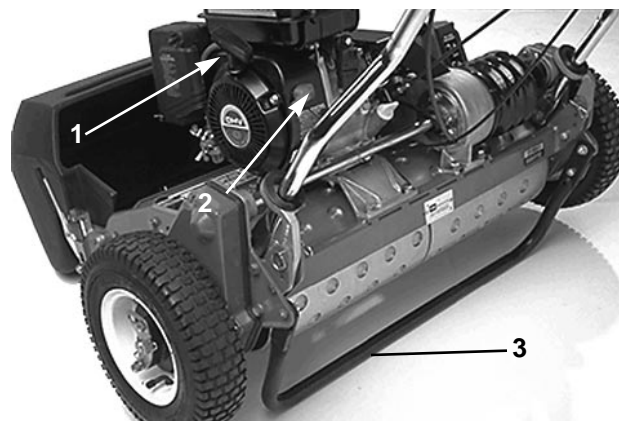

Bild 16
Rücklaufstarter (Bild 16)—Zum Anlassen des Motors den Rücklaufstartergriff ziehen.
EIN-/AUS-Schalter (Bild 16)—An der Rückseite des Motors. Den Schalter auf EIN stellen, um den Motor anzulassen und auf AUS, um ihn abzustellen.
Ständer (Bild 16)—An der Rückseite der Maschine. Der Ständer wird dazu verwendet, die Rückseite der Maschine zum Montieren oder Entfernen der Transporträder hoch zu stellen.
2. Die Schmiernippel befinden sich an den folgenden Stellen: (2) an der vorderen Rolle (Bild 16), (2) an den Spindellagern (Bild 16), (2) an den Achsen der Antriebswalze (Bild 17), (3) am Differential (Bild 17), (2) an den Lagern der Spindelgegenwelle (Bild 18) und (1) am Riemenmitläufergelenk (Bild 19).